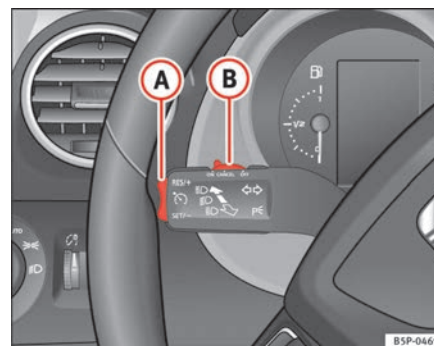

Fig. 148 Palanca de intermitentes y de luz de carretera: mando y tecla basculante para el regulador de velocidad
- Presione la parte superior de la tecla basculante **RES/+** ⇒ fig. 148 **A** para aumentar la velocidad. El vehículo acelerará mientras mantenga la tecla presionada. Al soltar la tecla quedará memorizada la nueva velocidad.
Si se reduce la velocidad programada pisando el pedal del freno, se desactiva el regulador de velocidad. Si quiere activar de nuevo el regulador, bastará con presionar una vez la parte superior de la tecla basculante **RES/+** → página 187, fig. 148 **A**.